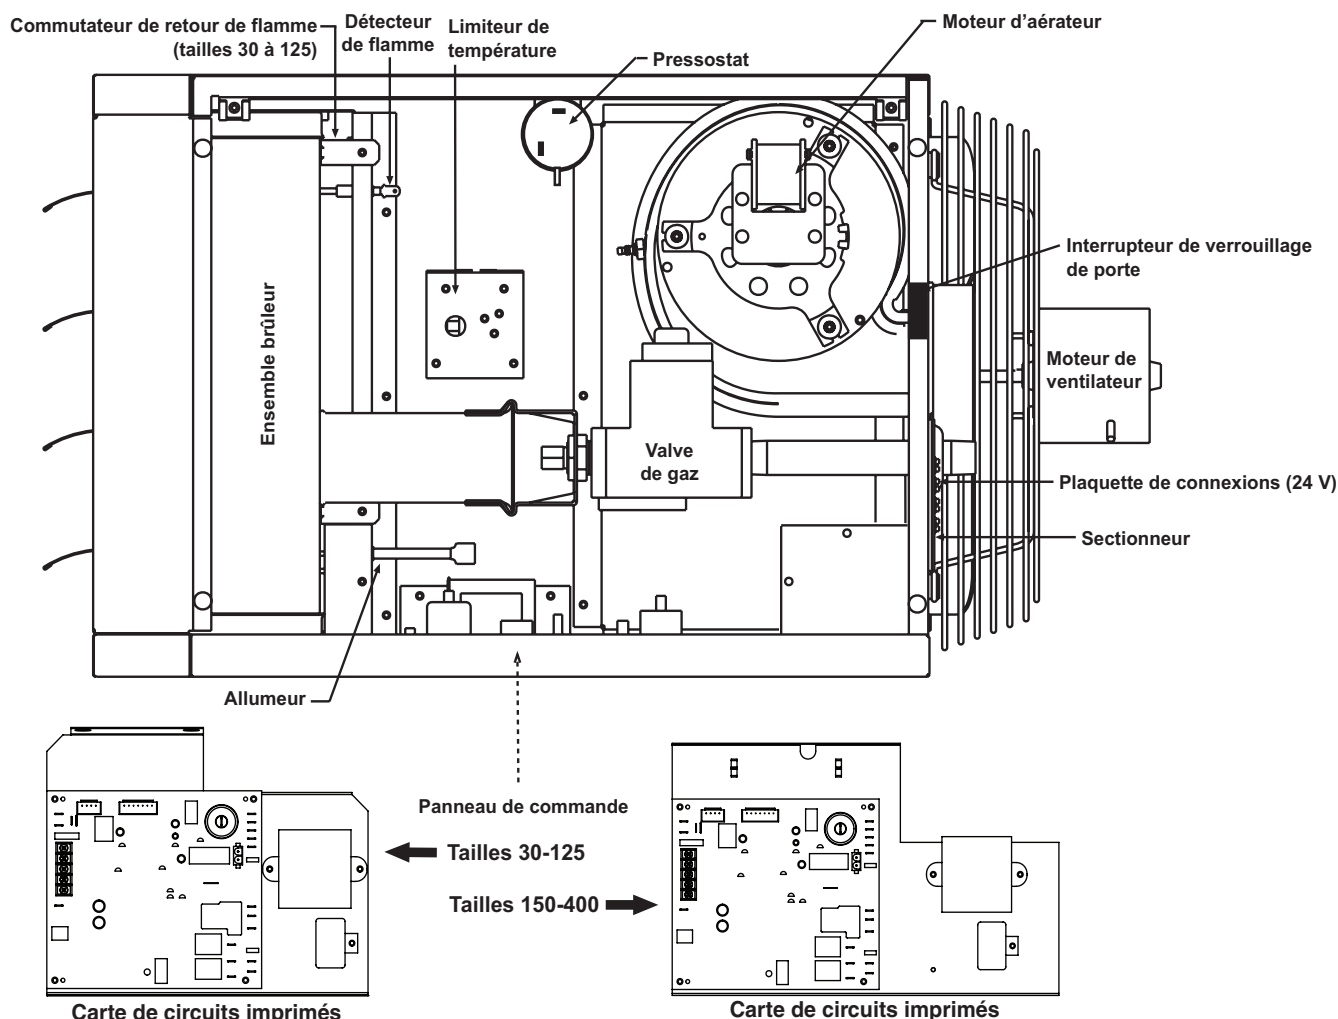

Figure 11. Emplacement des composants (typique)
L'emplacement des commandes suivantes est montré dans la **Figure 11**.
- Le pressostat (commutateur de débit d'air de combustion) (voir **Figure 11** pour l'emplacement) est un commutateur sensible à la pression qui surveille la pression d'air pour s'assurer que le débit d'air de combustion est suffisant.
Tous les appareils sont équipés d'un limiteur de température à réinitialisation automatique qui est actionné en cas de surchauffe (voir Figure 11 pour l'emplacement). Cette commande est réglée en usine et elle n'est pas ajustable. Lorsque le point de consigne est atteint, la commande coupe l'alimentation électrique à la valve de gaz combinée. Ce dispositif de sécurité offre une protection en cas de panne du moteur ou de manque de circulation d'air causée par une restriction de l'entrée ou de la sortie d'air.
Les modèles UDX et UDZ tailles 30–125 sont équipés d'un commutateur de retour de flamme à réinitialisation manuelle actionné par la température (voir la Figure 11 pour l'emplacement). Ce commutateur est réglé en usine et il n'est pas ajustable. Lorsque le point de consigne est atteint, le commutateur coupe l'alimentation électrique à la valve de gaz. Lorsque le commutateur de retour de flamme est actionné, identifiez et corrigez la cause avant de le réinitialiser.
Toutes les unités des modèles UBZ et UDZ sont équipées d'un interrupteur de porte (voir Figure 11 pour l'emplacement) qui empêche l'appareil de fonctionner lorsque la porte du panneau d'entretien est ouverte. Le panneau d'entretien est équipé d'un joint flexible qui se loge complètement dans la porte pour offrir une protection supplémentaire et empêcher l'air du bâtiment de s'infiltrer dans la zone de combustion de l'appareil de chauffage.
La valve de gaz combinée (voir Figure 11 pour l'emplacement) est alimentée par un circuit de commande 24V via le thermostat et des commandes de sécurité. La valve de type diaphragme est réglée en usine et elle contrôle la circulation de gaz.
Le moteur de l'aérateur (voir Figure 11 pour l'emplacement) est fixé à la roue de l'aérateur pour fournir une circulation d'air de combustion. Son fonctionnement est contrôlé par une carte de circuits imprimés (voir Figure 10). Consultez la section Carte de circuits imprimés \(module de commande DSI\) pour les détails.